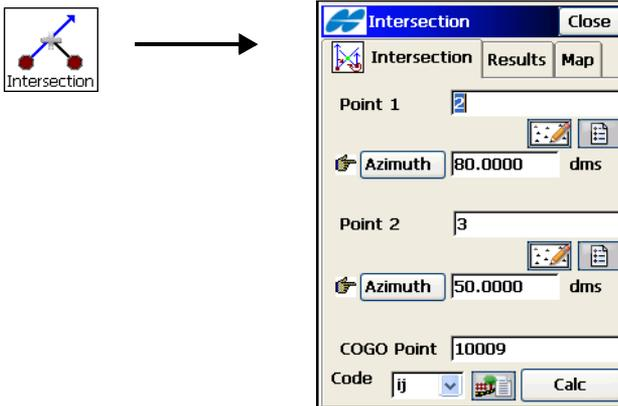

Abbildung 10-5. Geradenschnitt
- Wählen Sie im Fenster *Geradenschnitt* (Abbildung 10-5) die Punkte für die Funktion auf der Karte oder in einer Liste.